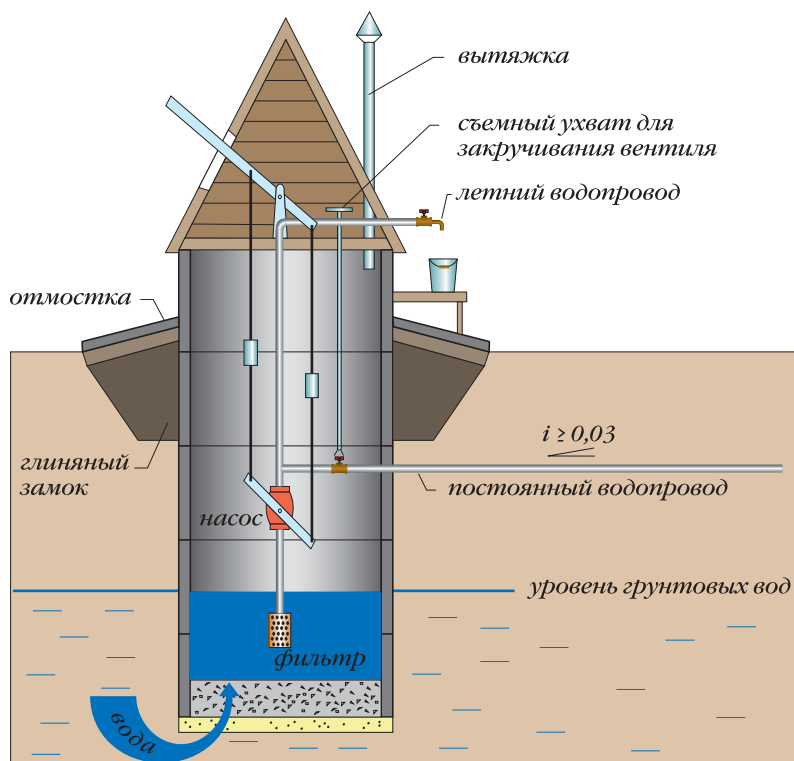

Рис. 55. Водоснабжение из железобетонного колодца с закачкой воды ручным насосом
**Бетонные колодцы** (рис. 55) — практичны, долговечны, просты в строительстве. Монтируют шахтные колодцы из бетонных и железобетонных колец с замком диаметром от 1 до 1,5 м. Для неглубоких колодцев от 4 до 6 м используют бетонные трубы диаметром 60–70 см длиной 3–4 м. Колодцы из бетонных колец для предотвращения завалов шахты чаще всего делают опускным способом с постепенным наращиванием. Равномерно подрывая грунт по периметру кольца, его опускают на всю высоту, затем на первое кольцо сверху ставят следующее кольцо и подрывают грунт дальше и повторяют этот процесс до тех пор, пока не дойдут до водоносного слоя. В водоносном слое грунт выбирают на максимальную глубину, насколько это возможно. Чтобы проследить равномерность опуска-